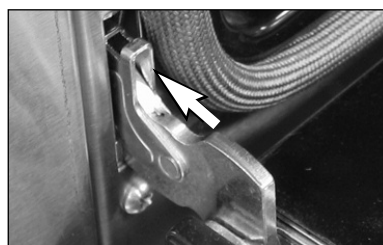

Fig. 09
4. Ouvrez la porte complètement et faites pivoter les verrous en position fermée (fig. 09).